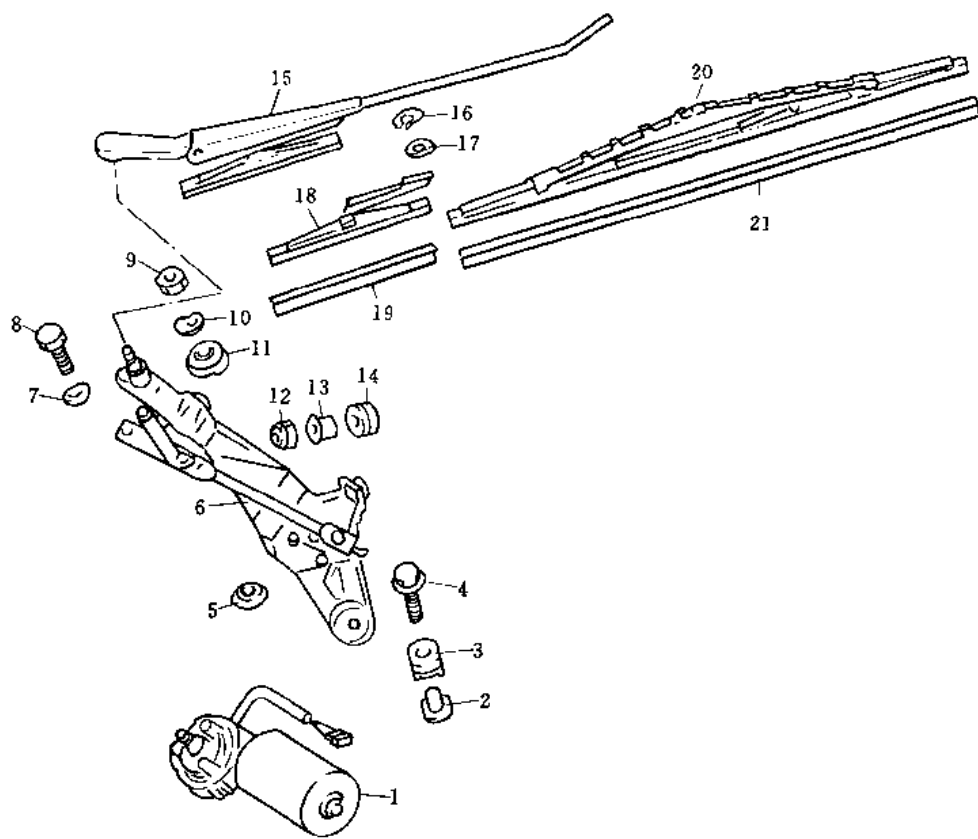

图 5-3-1
- (1) 从蓄电池负极接线柱拆开电缆。
- (2) 拆下雨刮臂。
- (3) 按图 5-3-1 所示，撬开雨刮臂轴顶端上的密封罩 (11)。
- (4) 推出两个卡环；
- (5) 提起为了解除空气进口罩前部分的橡胶密封件。
- (6) 提起两侧的橡胶密封件，然后拆下空气进口罩与防火墙的固定螺钉。
- (7) 从气压室拆下空气进口罩。
- (8) 拆下电机与联动机总成与防火墙的后面的三个螺栓和前面的一个固定螺栓。
- (9) 拆下中央电脑上的盖板，然后拆下两个固定螺母和两个面定螺栓。
- (10) 提起中央电脑，然后拆开雨刮电机的导线连接器。
- (11) 从固定位置撤出电机与联动机构总成。
- (12) 按拆卸的相反顺序进行安装。